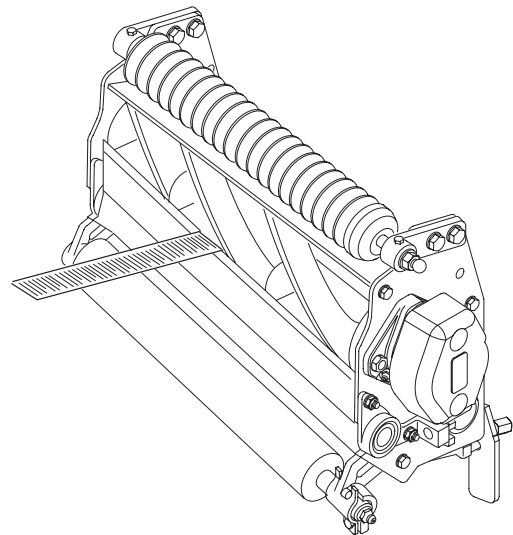

Bild 3
3. Führen Sie an beiden Seiten der Spindelvorderseite einen langen Streifen Papier zwischen der Spindel und dem Untermesser ein (Bild 3). Drehen Sie das Untermesser-Einstellrad, während Sie die Spindel langsam vorwärts drehen, im Uhrzeigersinn (um jeweils einen Klick), bis das Papier an einer Seite der Spindel leicht festgehalten wird. Das führt zu einem leichten Widerstand, wenn Sie am Papier ziehen.